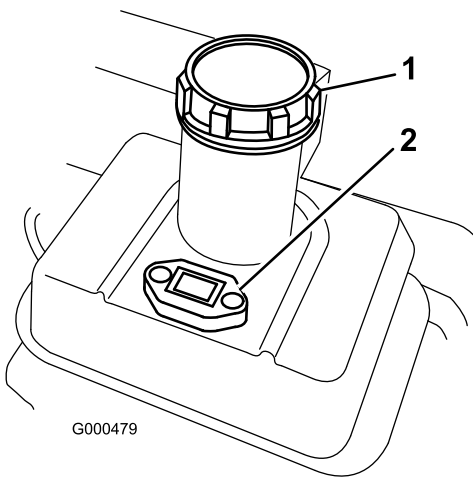

Figura 21
1. Pulite l'area intorno al tappo del serbatoio del carburante e togliete il tappo (Figura 21). Rabboccate il serbatoio carburante con benzina senza piombo, non oltre la base del filtro. Non riempite troppo.